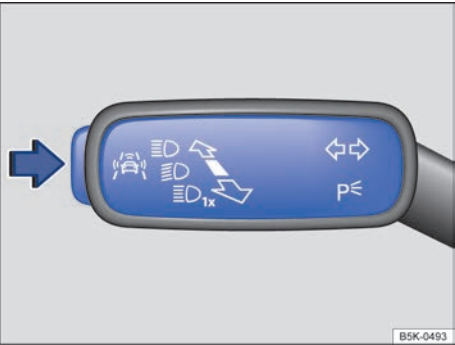

图 15 转向信号灯/远光操纵杆：驾驶辅助系统操作按钮
- 按图示箭头方向按压按钮 ⇒ 图 15 打开 Assistant（驾驶辅助系统）菜单。